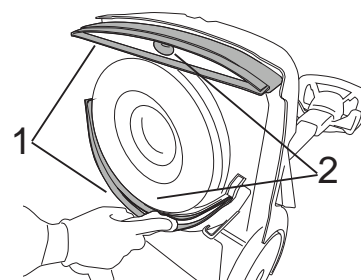

Fig.37
- Com um pano húmido, limpe as lâminas de ambos os squeegee (Fig.37, Ref.1).
- Limpe o coletor de aspiração de ambos os squeegee (Fig.37-Ref.2).